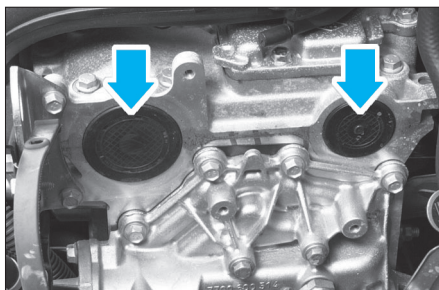

FIG. 13
- Déposer les bouchons d'étanchéité des arbres à cames (fig. 13).